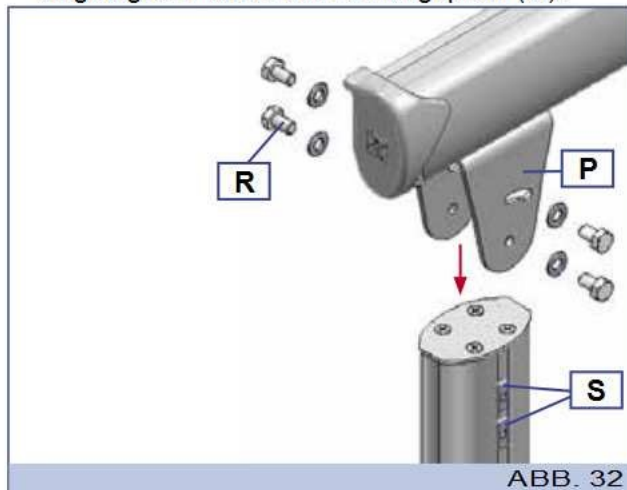

ABB. 32
Befestigen Sie die Randhalterung (T) in etwa 4, 5 cm zur Eckverbindung (P - Abb. 32).